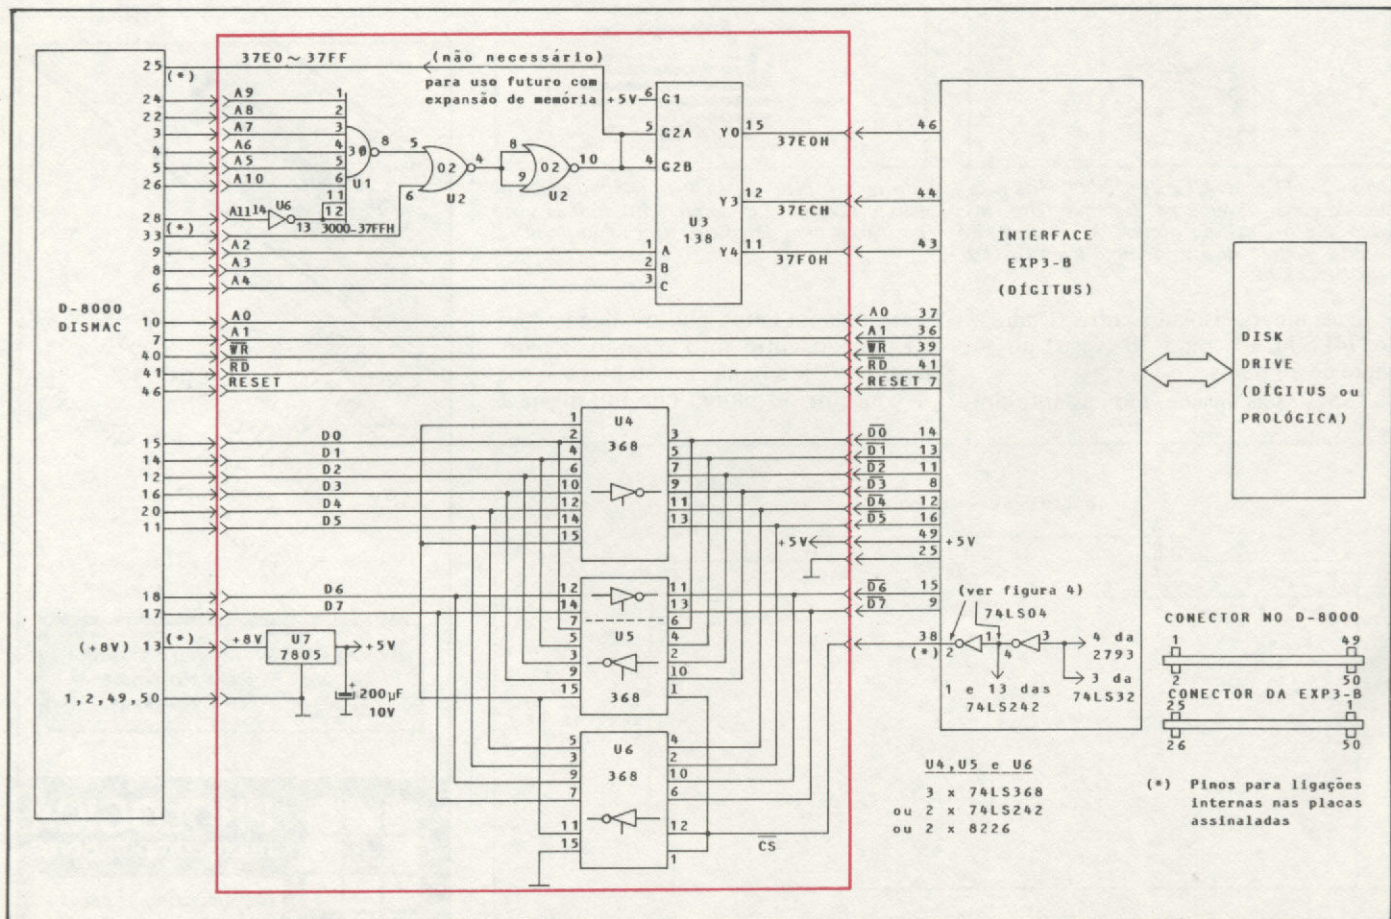

Figura 7 - Diagrama esquemático da placa adaptadora e fiação geral
- Figura 7 – diagrama esquemático da placa adaptadora e fiação geral.
placa adaptadora ao D-8000. Na figura 7, lado direito, estão destacados os dois soquetes (D-8000 - expansão - e interface EXP3-B), onde serão encaixados os dois referidos conectores. Na figura 8,